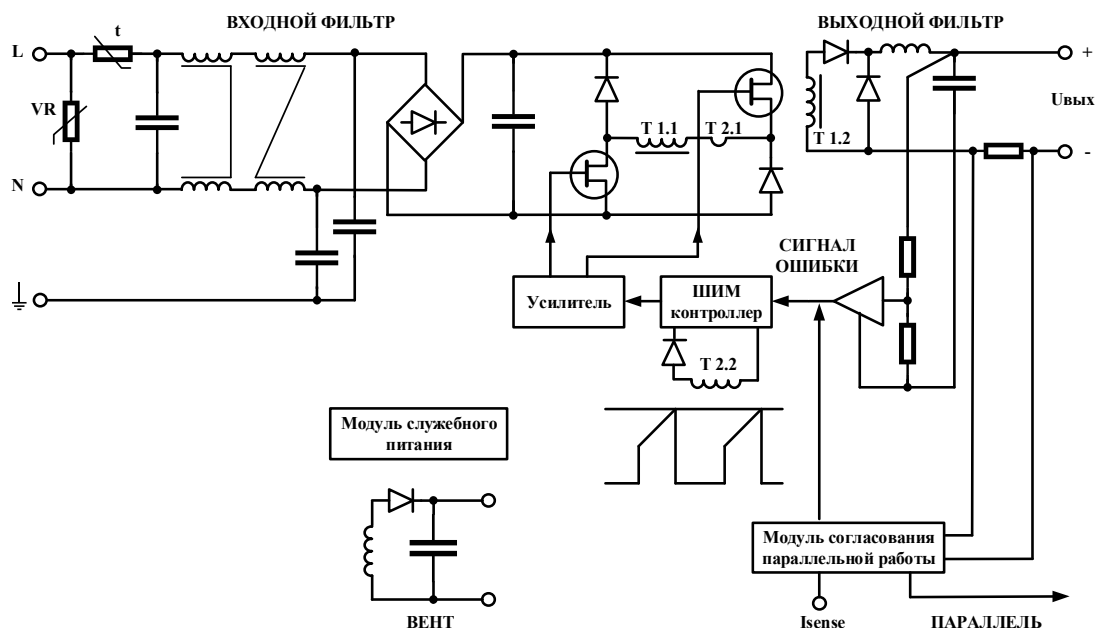

Рисунок 2 – Функциональная схема
5.2 Модуль разработан по схеме однотактного прямоходового преобразователя (косой полумост) в соответствии с функциональной схемой, показанной на рис. 2. Аналогично рассмотренной выше схеме используется режим управления по амплитудному значению тока силового ключа, содержит на входе неуправляемый мостовой выпрямитель с емкостным фильтром.